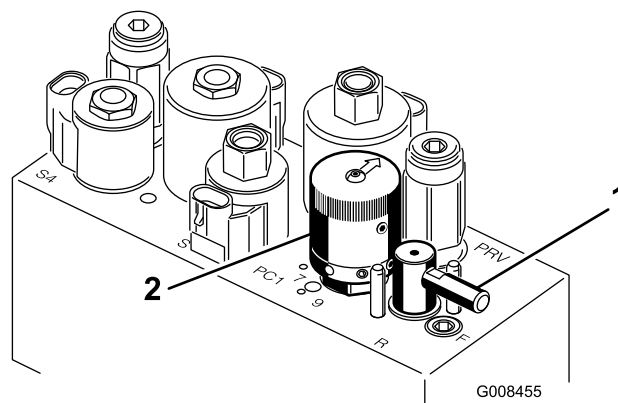

Figure 56
5. Tournez le levier de rodage à la position "R" (Figure 56).
6. Tournez la commande de vitesse des cylindres à la position 1 (Figure 56).